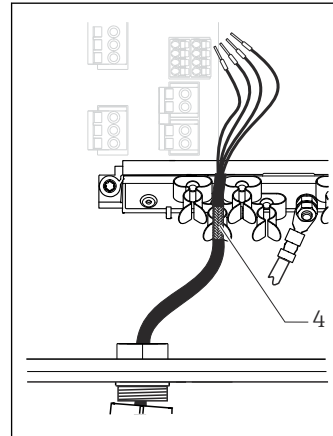

图 20 将电缆连接至接地夹
3. 将清洁套件的软管接头旋转拧入清洁连接口的开口→ 图 16, 图 20。
4. 在软管接头上安装直角接头、短节和截止阀→ 图 16, 图 20。